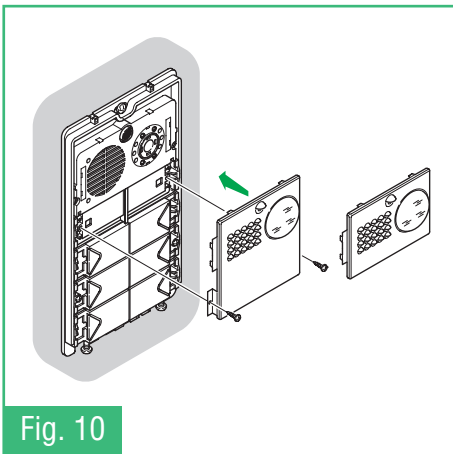

Fig. 10
- Fig. 10** Montaggio /Smontaggio frontali
- Fig. 10** Assembly/Dismantling faces
- Fig. 10** Pose/dépose éléments frontaux
- Fig. 10** Montage / Demontage voorpanelen
- Fig. 10** Montage / Demontage der Frontplatte
- Fig. 10** Montaje/Desmontaje de las placas